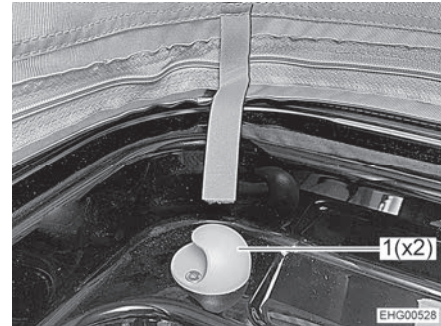

Bild 93 Hållare
- Haka fast skyddsnätet på de två hållarna (Bild 93,1).